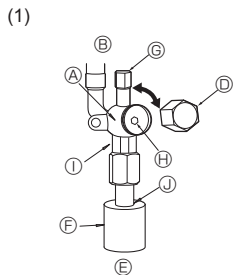

Fig. 4-6
(1) Lato liquido della valvola di arresto (Fig. 4-6)